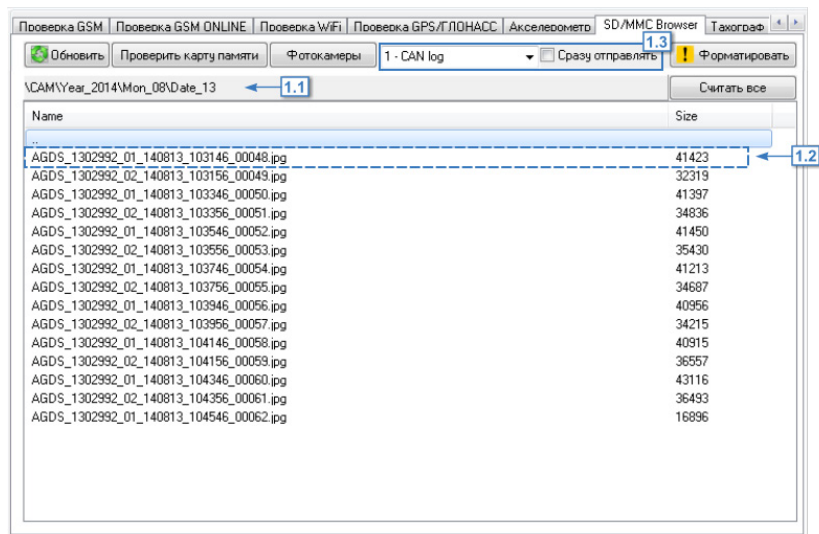

Рис.85. Вкладка «SD/MMC Browser».
Если содержимое карты было успешно считано, то оно отобразится в браузере. Путь к папке, открытой в браузере, отображается в строке над списком файлов (Рис.85, п. 1.1). Если нажать на строку с адресом папки, то откроется папка \SD на жестком диске, в которую копируются файлы с прибора.
1. Снимки с камер (Рис.85, п. 1.2).
Снимки копируются в папку \SD, расположенную в папке с установленной программой AG.GSMConf. Структура папок внутри папки \SD такая же, как и внутри памяти прибора. Для перехода к папке \SD со снимками следует нажать левую кнопку мыши на строке с адресом (Рис.85, п.1.1).
Файлы копируются в папку \SD, расположенную в папке с установленной программой AG.GSMConf. Для перехода к папке \SD со скопированными файлами следует нажать левую кнопку мыши на строке с адресом (Рис.85, п.1.1).
Для того чтобы прибор записывал логи необходимо в выпадающем списке справа от кнопки «Фотокамеры» (Рис.85, п. 1.3) выбрать тип логов, который прибор «АвтоГРАФ» будет записывать: